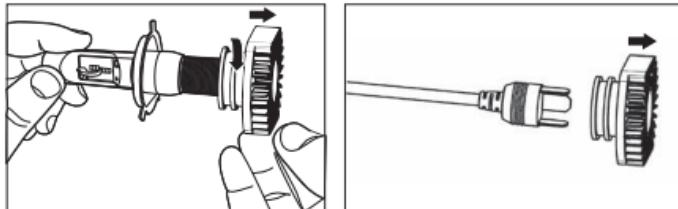

Figura-3
- 5.3 Desenrosque el disipador de calor del faro LED4 y saque el disipador de calor del quemador y el conector como se muestra en la Figura 3.